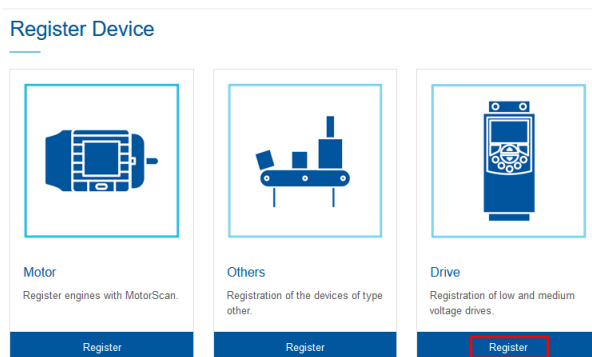

Figura 3.5: Adicionando um drive
Passo 4 Selecione a opção “Drive” e clique no botão “Cadastro”, conforme a Figura 3.5.